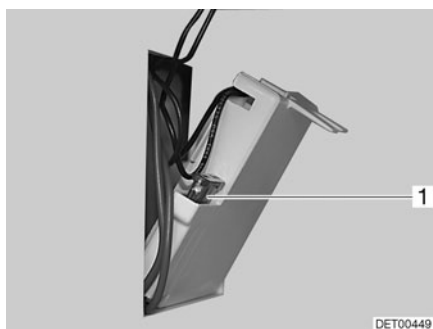

Fig. 144 Fusible des toilettes Thetford
- Changer le fusible (Fig. 144,1).